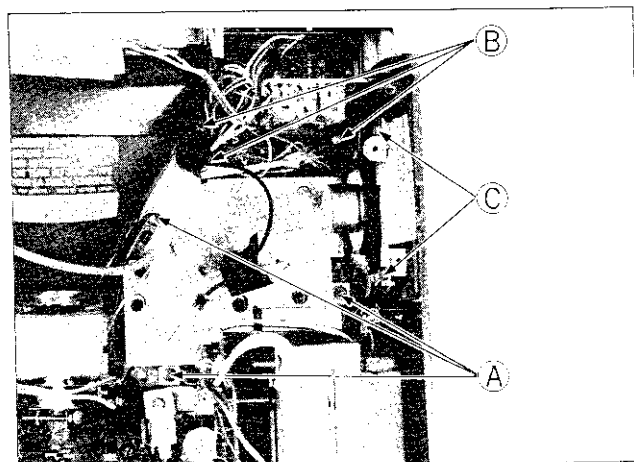

Fig. 2-6
Retirer les trois vis indiquées par la lettre (A) sur la figure 2-6.; puis démonter la plaque à circuits imprimés PAL/SECAM.
2. Retirer le haut-parleur (voir la figure 2-6 (C)) et le chapeau d'anode.
3. Retirer les trois vis indiquées par la lettre (B) sur la figure 2-6.